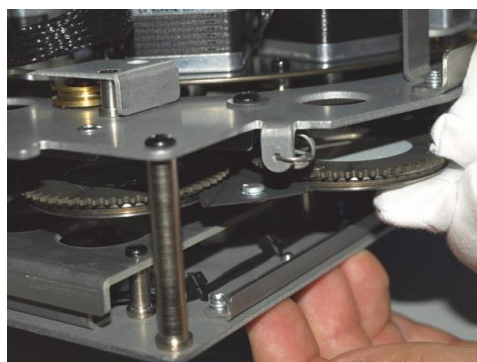

Рисунок 21: Снятие гобо
6. См. рисунок 21. Взять держатель гобо за край и вытянуть его из клипа, таким образом сняв с колеса.